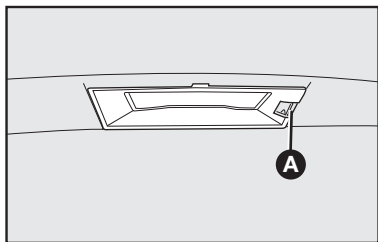

fig. 58
1) Retirar a tampa acrílica forçando-a com uma chave de fenda no ponto indicado **A-fig. 58**.